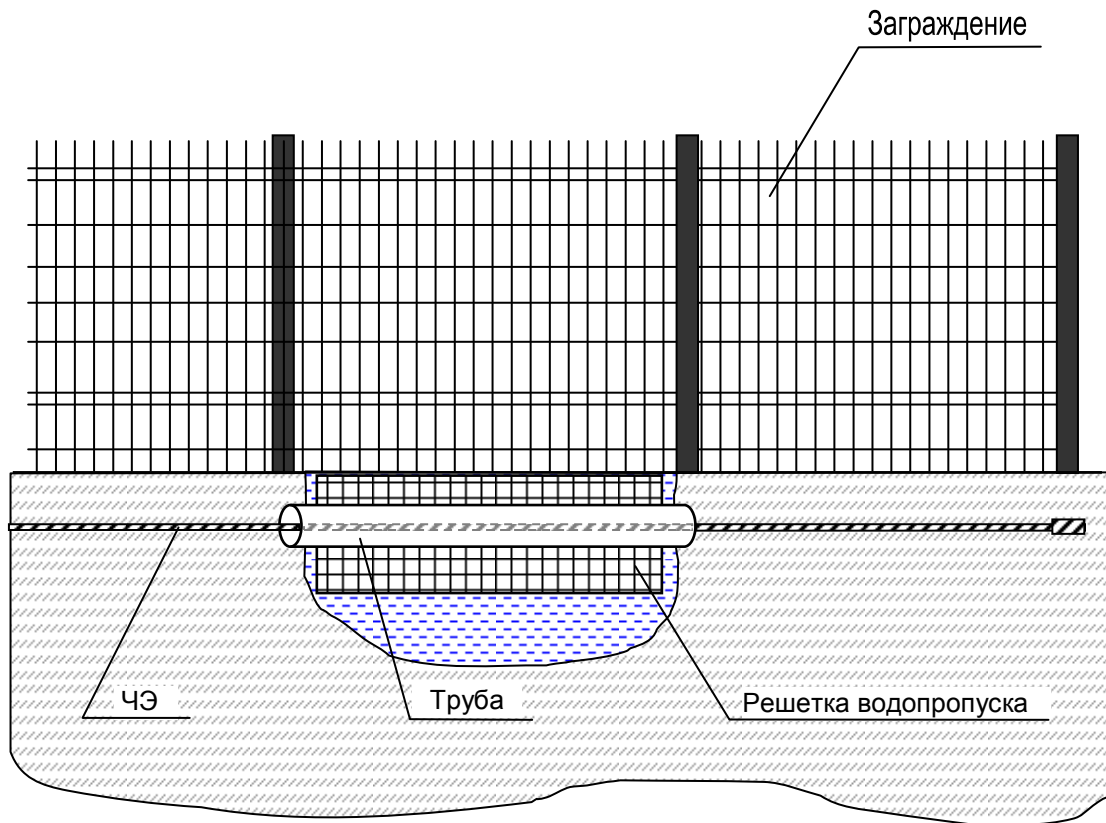

Рисунок 2.5 – Вариант расположения ЧЭ при наличии водопропуска
2.3.4 При наличии водопропусков, пересекающих заграждение объекта, допускается прокладка ЧЭ внутри трубы, жестко закрепленной на решетке водопропуска (рисунок 2.5). С торцов труба должна быть закрыта (например, монтажной пеной). На длине участка водопропуска изделие не обнаруживает подкоп или разрушение решетки. При наличии вибраций решетки водопропуска возможна выдача изделием сигналов срабатывания.